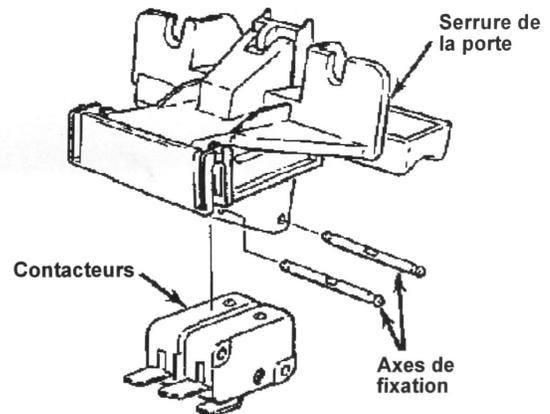

Figure 10
9. Déposer les (2) axes de fixation des contacteurs de la porte sur la serrure, comme il est illustré à la Figure 10. Jeter les anciens contacteurs et les anciennes bornes.